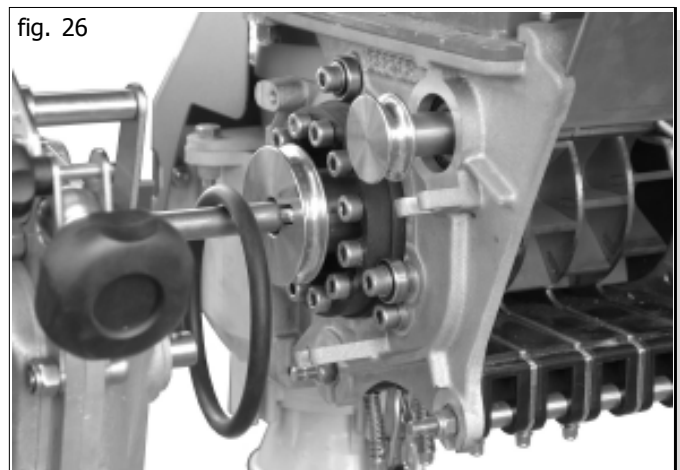

fig. 26
- Lasciare semplicemente la cinghia sull'albero di trasmissione (Fig. 26).